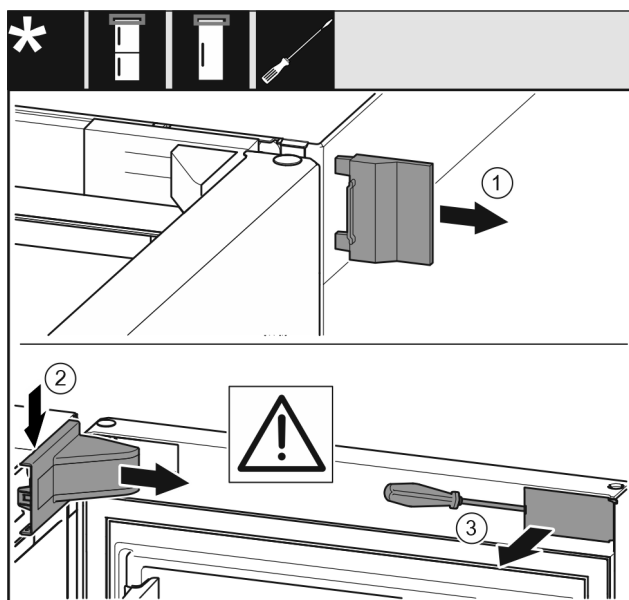

Fig. 9
- ▶ Zdjąć zewnętrzną ostonę. Fig. 9 (1)
- ▶ Wyczepić i poluzować ostonę płytki zawiasu. Zdjąć ostonę płytki zawiasu. Fig. 9 (2)
- ▶ Przy pomocy śrubokręta wyczepić zaślepkę i odchylić w bok. Fig. 9 (3)